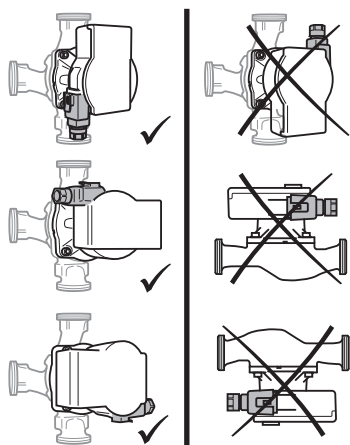

Fig. 2: Positions de montage
- Choisir un emplacement de montage conforme à la position de montage autorisée (Fig. 2).
- Respecter la position de montage autorisée (Fig. 2) pour le circulateur, le cas échéant, faire pivoter la tête du moteur (2 + 6).
- Respecter la position de montage autorisée (Fig. 2) et la flèche de sens d'écoulement figurant sur le corps du circulateur (1).
- Visser les 4 vis du corps (5).